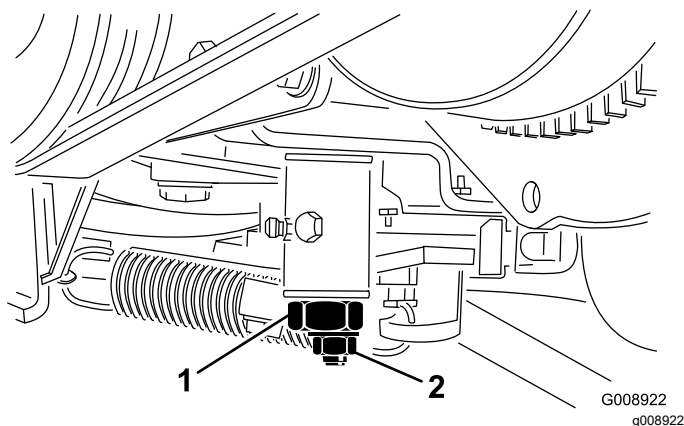

Figura 56
4. Desaperte a porca de bloqueio no excêntrico de tração (Figura 56).